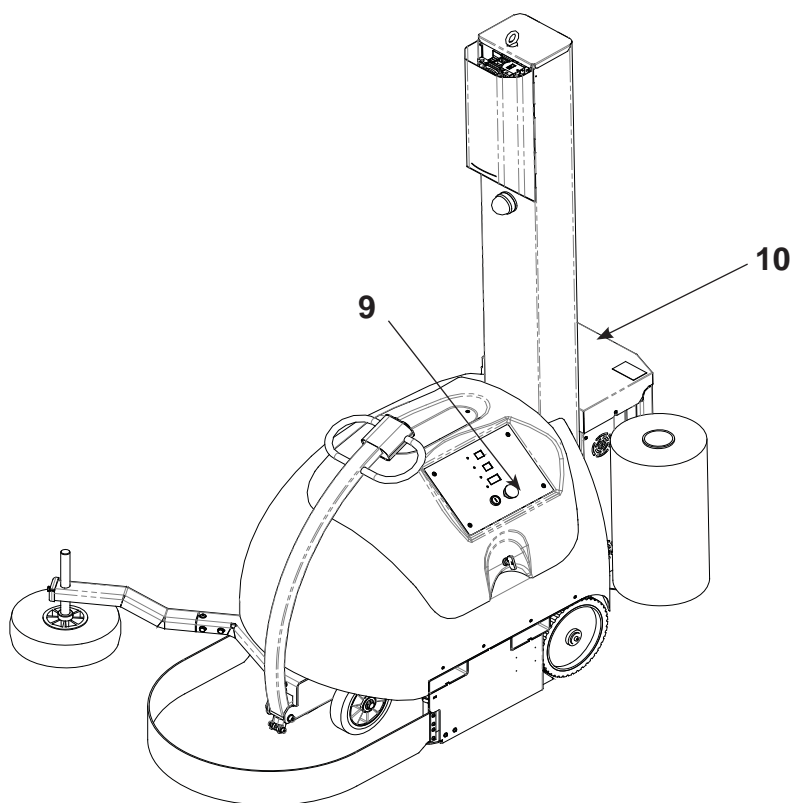

Fig. 5.8
La macchina è dotata di pulsante di emergenza a fungo (9) (Fig. 5.8).
A fine lavorazione, per periodi anche brevi di inoperatività è obbligatorio portare la macchina in condizioni di sicurezza (vedi Fig. 5.8).
La machine est dotée d'un bouton-poussoir d'arrêt d'urgence (9) (Fig. 5.8).
Au terme du travail, même pour de courtes périodes d'inactivité, placer la machine en conditions de sécurité (Fig. 5.8):